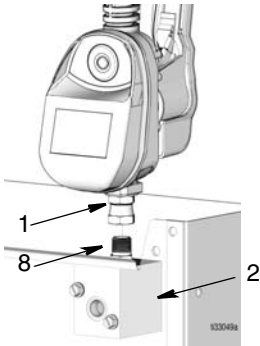

图 20
- 断开管件 (1) 与歧管 (2) 中的管道接头 (8) 的连接, 如图 20 所示。